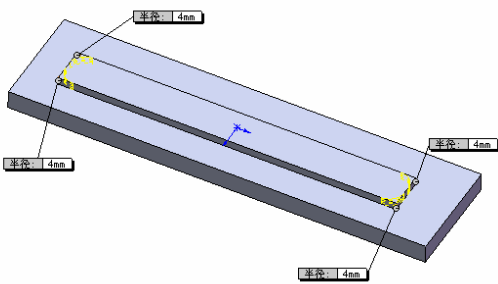

图 10-120 进行圆角1操作
⑥ 生成“圆角”特征。选择菜单栏中的“插入”→“特征”→“圆角”命令，或者单击“特征”工具栏中的“圆角”图标，系统弹出“圆角”属性管理器，选择圆角类型为“等半径”，在圆角半径输入栏中键入数值：4，单击鼠标拾取实体的边线，如图 10-120 所示，单击“确定”图标生成圆角。